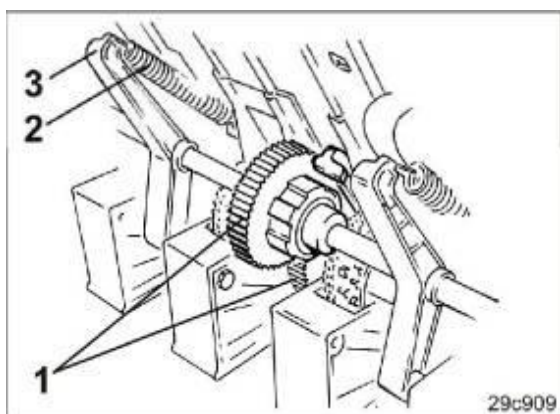

Рис.109
7.6.16. Приведите в зацепление зубья (Рис. 109/1) пружинной муфты сцепления и зубчатого колеса высевного вала.
7.6.17. Навесьте натяжные пружины (Рис. 109/2) на поворотные подшипники (Рис. 109/3).